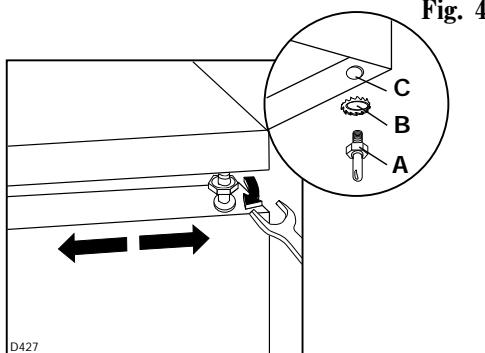

Fig. 4
Deur van bovenscharnierpen (A-Fig. 4) trekken. Scharnierpen en ringetje (A+B-Fig. 4) van het scharnier (C) verwijderen en aan de tegenovergestelde kant weer monteren.
Gebruik voor het bijstellen een 10-mm sleutel: draai de moer (A) los en ga te werk als in Fig. 4.